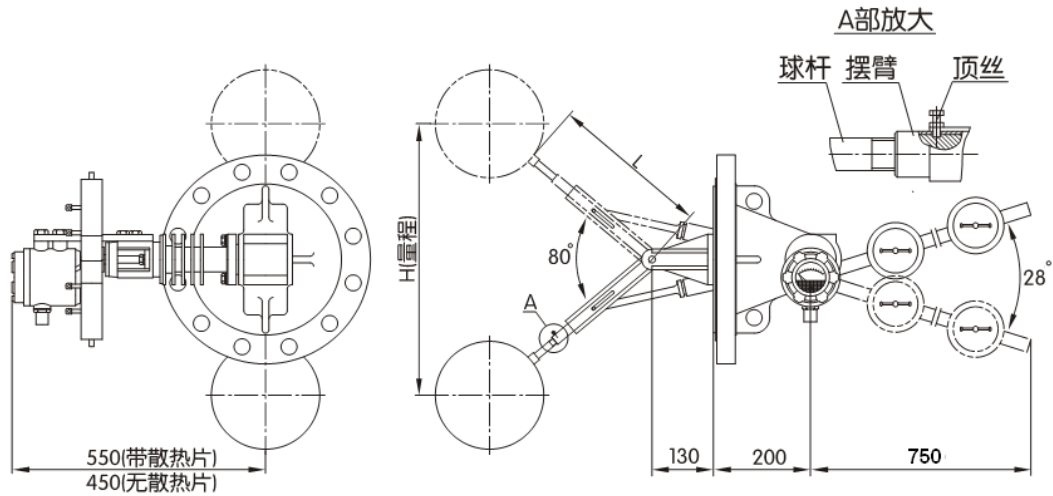

图2 UQD. A-91 型大转角电动浮球液位变送器结构及安装尺寸
b) 对于 91 型大转角浮球的安装，将球杆旋于摆臂前端的螺纹孔内，将顶丝顶进球杆端部的环形凹槽内拧紧。（见图 2）。